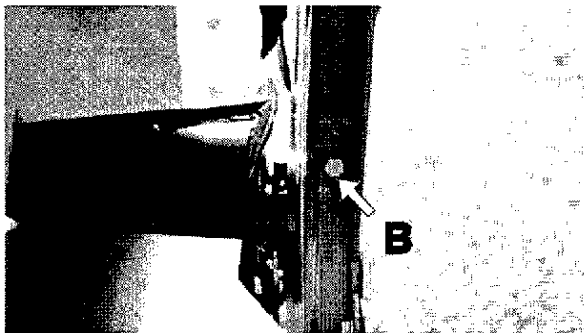

fig.38
- L'olio deve sfiorare il tappo **B** (fig.38).
- The oil must touch up against plug **B** (fig.38).
- L'huile doit effleurer le bouchon **B** (fig.38).
- El aceite debe rozar el tapón **B** (fig.38).
- Das Öl muß den Deckel **B** (Abb.38) erreichen.